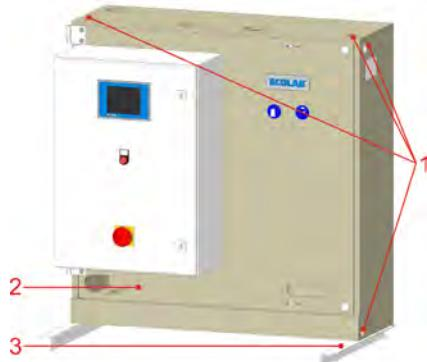

Abb. 3: Aufhängepunkte
*Die Winkelstücke für den Transport (Abb. 3, Pos. 3) bitte nach der